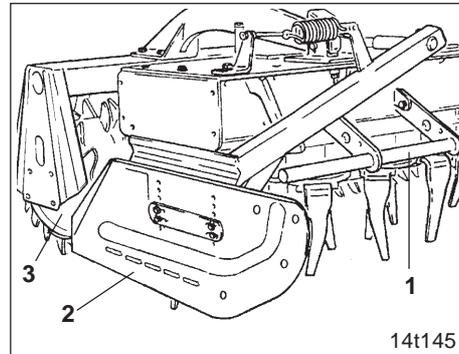

Fig. 4.1
-  1. La machine ne doit être mise en service qu'après montage des protections (fig. 4.1/1), des déflecteurs latéraux (fig. 4.1/2) et du rouleau (fig. 4.1/3) !